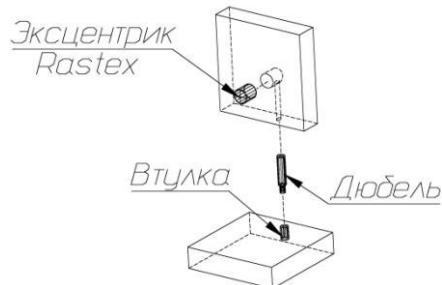

Рис. 1
1. На деталях **8, 08** вдоль задней кромки в установленные муфты ввернуть дюбели. На деталях **2, 3** в установленные муфты ввернуть дюбели (см. схему сборки и рис.1), в отверстия без муфт вставить шканты.
2. В имеющиеся отверстия на деталях **8, 08, 7 и 4** вставить эксцентрики Rastex 15/16 таким образом, чтобы стрелка была повернута в сторону отверстия в торце (схема сборки, рис. 1).